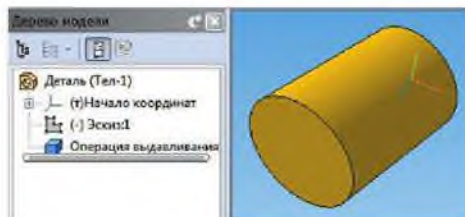

Рисунок 5.16 Модель цилиндра, полученная операцией *Выдавливания*
10) Если построения были выполнены верно, то на экране появится модель цилиндра (рисунок 5.16).